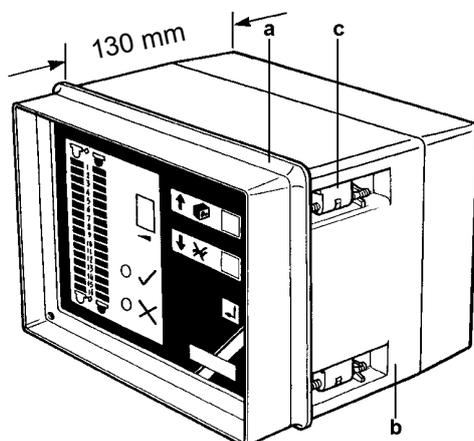

Fig. 5
3.1.2.2 Version pour montage encastré sur panneau (Fig. 5)